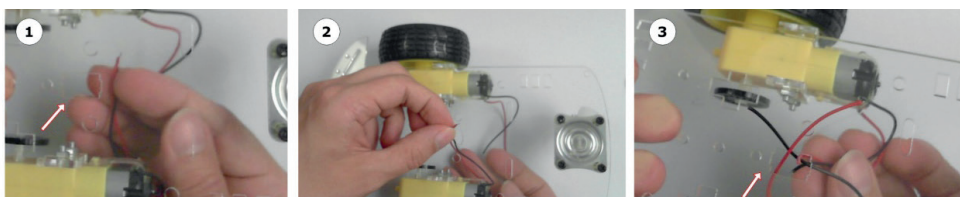

Рис. 6.27. Прокладка проводов
3. Осторожно протяните их к верхней части шасси, чтобы они немного выступали, как представлено на рис. 6.27. Повторите то же самое с проводами другого двигателя.